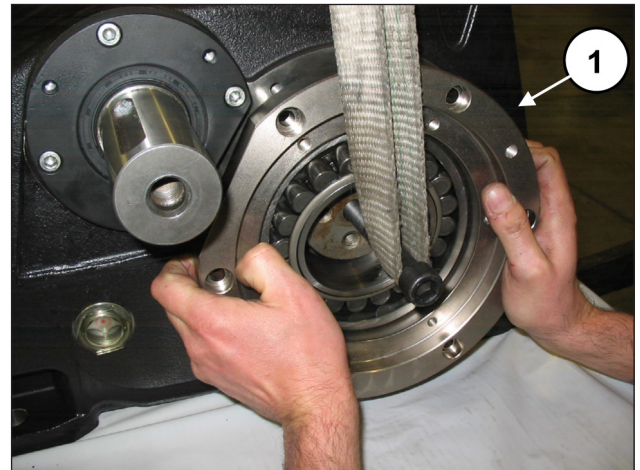
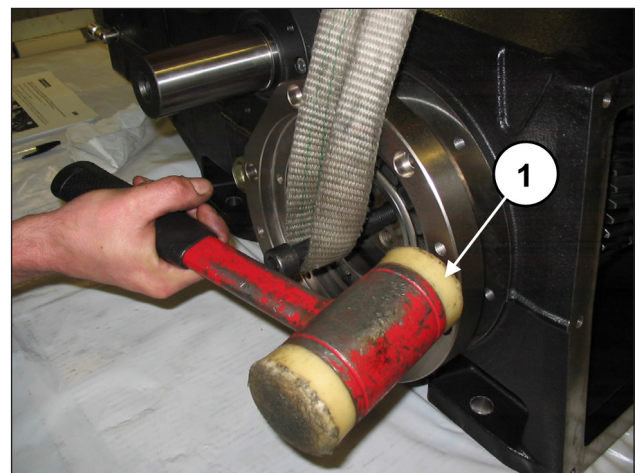

Fig. 72
Fig. 73
Poser deux axes filetés M16 à l'extrémité du vilebrequin, soulever ce dernier (rep. ①, Fig. 72) et insérer le couvercle du support de coussinet avec le coussinet et le joint torique (rep. ①, Fig. 73) à l'aide d'un outil à inertie. Répéter l'opération de l'autre côté.